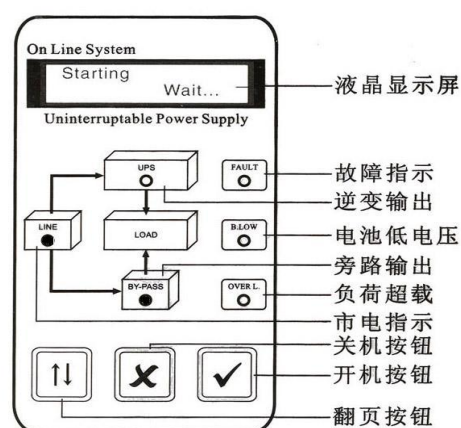

图 4.1
1. 请先将后板上电力开关“无熔丝断路器(NFB)”住上扳为 ON。前面板输入指示灯与旁路指示灯同时亮起，如图 4.1。